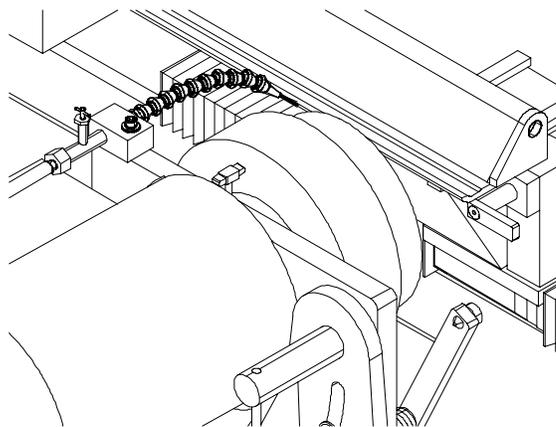

FIG. 17
Dirigere l'ugello in modo che il refrigerante sia spruzzato sulla superficie della controlama sottoposta a molatura. Vedere la FIG. 17 o 18. Una parte di refrigerante sarà deviata anche sulla ruota per molatura. Regolare la valvola di flusso in modo che vi sia un flusso costante di refrigerante. Evitare un flusso più forte del necessario, un'eccessiva quantità di refrigerante non raffredda di più ma aumenta gli schizzi.
2. Accendere l'INTERRUTTORE della POMPA DEL REFRIGERANTE, e controllare che l'ugello diriga il refrigerante sulla controlama. Vedere la FIG. 17.